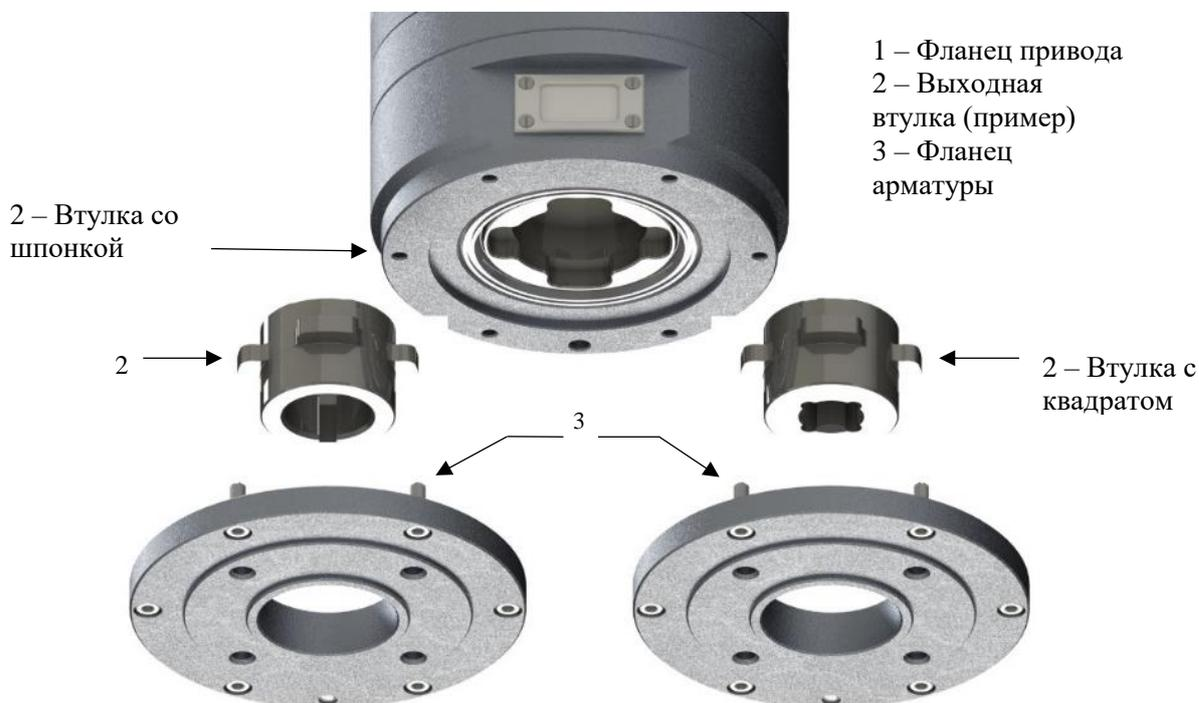

Рисунок 17 – Схема установки РэмТЭК многооборотного и неполнооборотного исполнения
- установить РэмТЭК вертикально на арматуру или переходник так, чтобы совпали элементы вала арматуры или переходника (кулачки, квадрат, шпонка и т.п.) с соответствующими элементами выходного звена привода, при необходимости проворачивая выходное звено привода с помощью ручного дублера (см.рис.17);